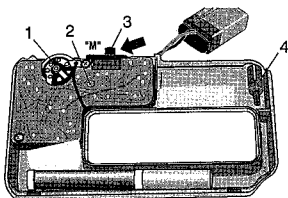

Fig. 3
- Wahlschalter 3 (Fig. 3) in Stellung „M“ schalten.
- Stellrad (1) ganz gegen Anschlag drehen und dann wieder 1/2 Stellweg zurück.
- Mit einem kleinen Schraubendreher (4, im Gehäuse enthalten) den Poti (2) so einstellen, daß die Anzeige gerade angeht.
- Zur Kontrolle Stellrad (1) minimal zurückdrehen. Die LED muß jetzt erlöschen.